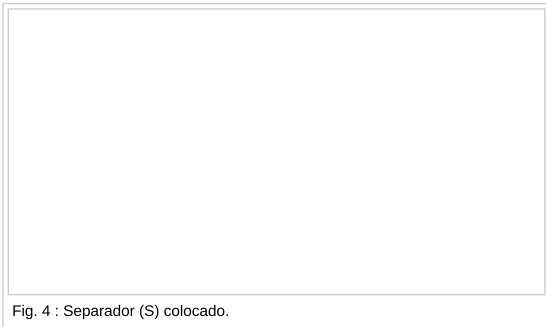

Fig. 4 : Separador (S) colocado.
- Colocar el equipo siguiendo el paso 7 (Págs. 13) de la guía "Cisco Spark Board 55 - Installation Guide : Wall Mount) que viene con la platina. Previo a soltar el equipo intentar levantarlo para verificar que las trabas de seguridad hayan quedado correctamente colocadas. Una vez que el equipo está colocado verificar que los separadores S queden ambos apoyados sobre el fondo del gabinete (Fig. 4) y en caso de ser necesario realizar ajustes en su longitud enroscando o desenroscando sus extremos.